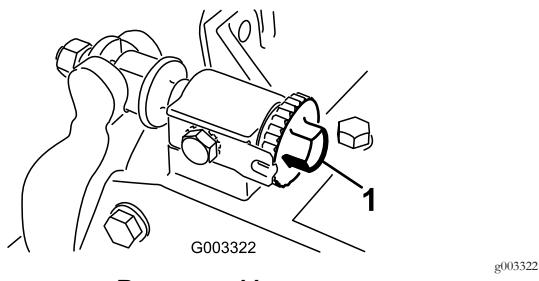

Рисунок 11
- Установите режущий блок на ровной горизонтальной поверхности. Поверните регулировочные винты неподвижного ножа против часовой стрелки, чтобы неподвижный нож не касался барабана (Рисунок 11).